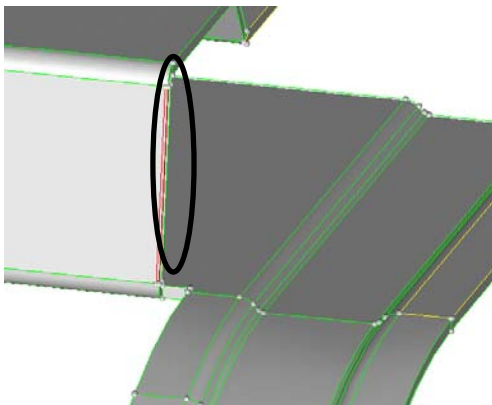

图 3-18 缝合自由边
- (1) 进入 replace 子面板。
- (2) 激活 moved edge，选择图形区左边的自由边。此时 retained edge 被激活，选择右边的自由边，如图 3-18 所示。
- (3) 将 cleanup tol 设置为 0.1。
- (4) 单击 replace 按钮。当右侧自由边被选中时，HyperMesh 会弹出信息：Gap= (200018) 。Do you still wish to toggle? 。
- (5) 单击 Yes 按钮，执行缝合操作。